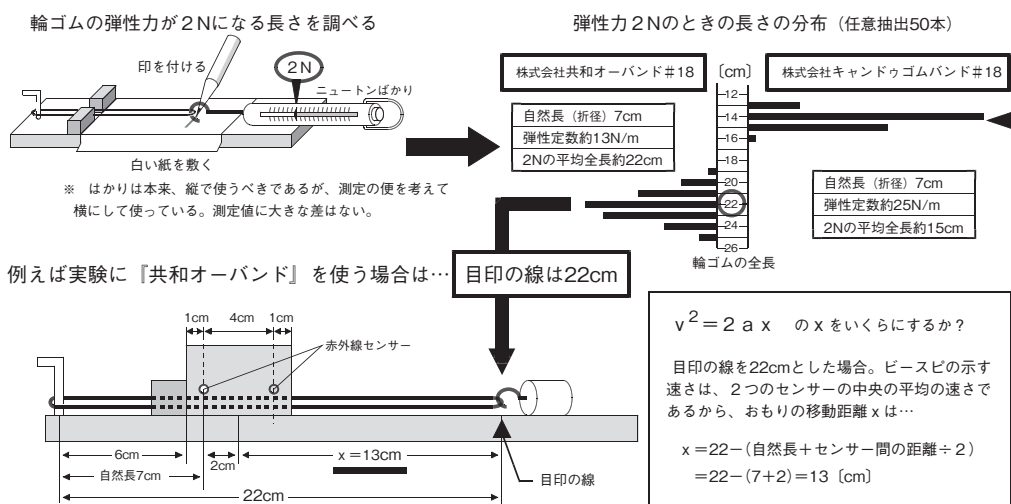

図3 輪ゴムを伸ばす目印となる線の引き方 ～統一した目印線を予め引いておく場合～
- (1) 統一した目印線を予め引いておく場合は、図3のように同じ箱の輪ゴスをニュートンばかりで引いて、弾性力が2Nになる長さの分布を調べ、最も度数分布が多い長さに合わせて目印線を引いた。図3は輪ゴム50本について調べたものだが、10本程度調べればおおよそわかる。
- (2) 生徒に目印線を引かせる場合は、2Nになる長さがおおよそ等しい輪ゴスを4本選別してから引く。